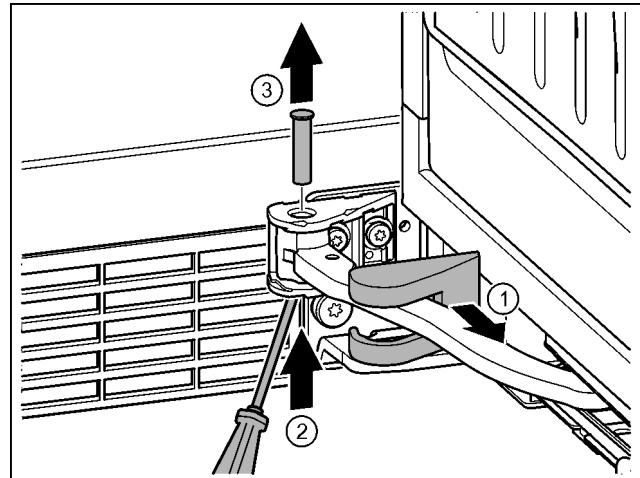

Fig. 15
- ▶ Retire la cubierta del soporte de cojinete y desplácela a lo largo de la articulación. Fig. 15 (1)
- ▶ Levante el perno desde abajo con el dedo o un destornillador. Fig. 15 (2)
- ▶ Desplácelo con un destornillador por debajo de la cabeza del perno y extrágalo. Fig. 15 (3)